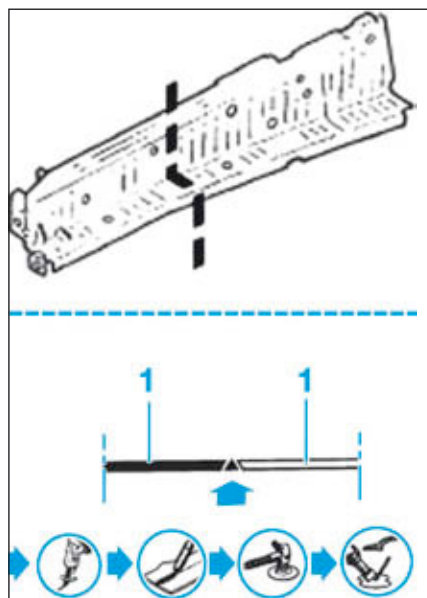

FIG.5
- Tracer puis découper la fermeture du longeron avant partie avant (1) (Fig.5).
- Souder par cordon MAG (Fig.5).